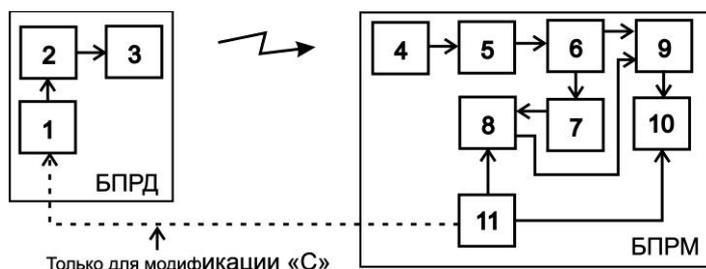

Рис. 6.5
6.2.1 Управляемый генератор 1 (см. рис. 6.5) вырабатывает импульсную последовательность определенной скважности. Под действием импульсов с генератора 1, модулятор 2 формирует последовательность СВЧ-радиоимпульсов, кото-